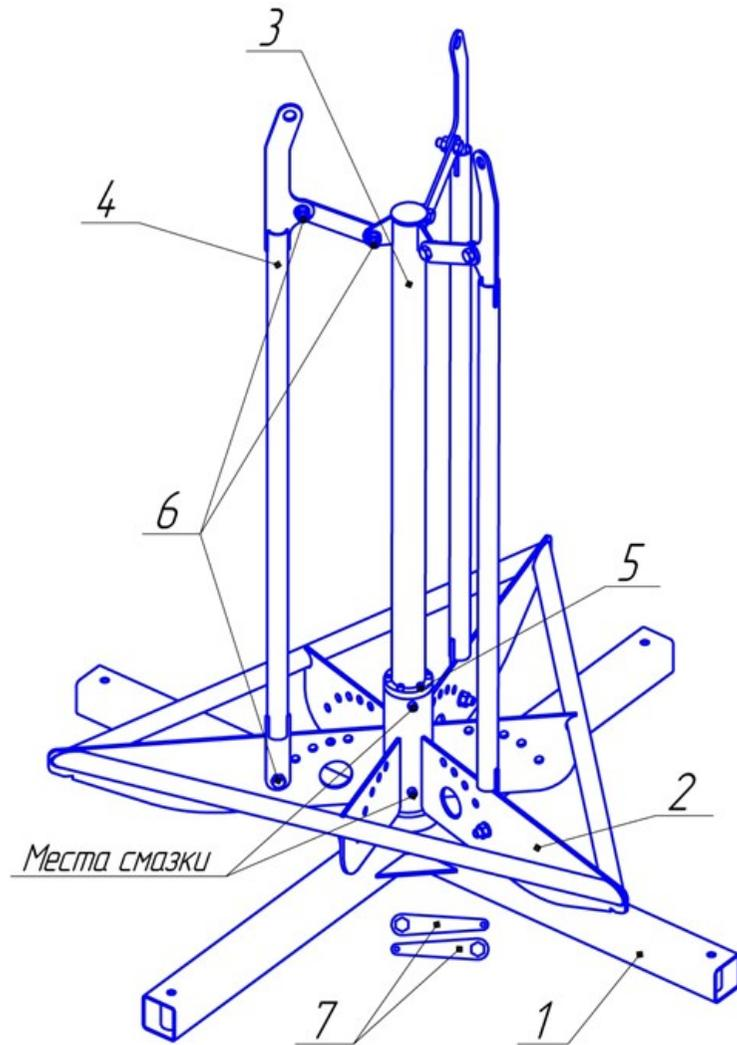

Рис.2
Буран -5 (6) состоит из неподвижного основания (Поз.1, Рис.2) и вращаемой регулируемой рамы, состоящей из корзины (Поз.2, Рис.2), стойки (Поз.3, Рис.2) и ограничителей (Поз.4, Рис.2).
Бухтодержатель Буран-5 имеет 3 ограничителя (Рис.2), Буран-6 - 6 ограничителей.
Для плавной и надежной работы необходимо выставлять минимальный зазор между внутренним диаметром бухты и ограничителями (Поз.4), (см. рис. 2/3).